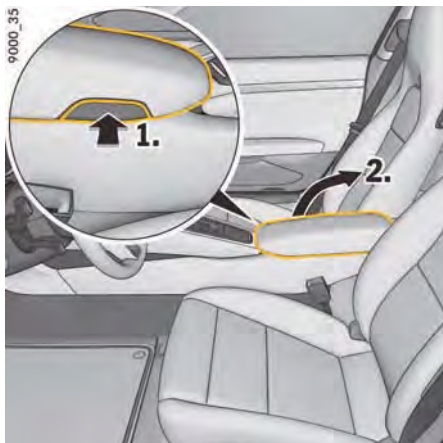

図199: センター・コンソール・アームレストの小物入れを開く
- ▶ アームレストの右側のボタン (図199) を押ししてください。